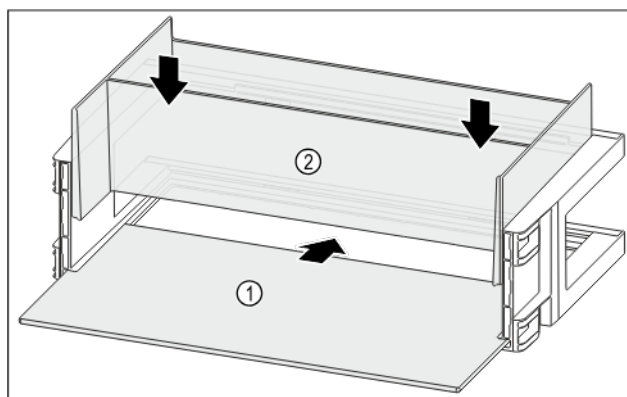

Fig. 126
- Wsunąć półkę Fig. 126 (1) w boczne wycięcia.
- Włożyć organizer Fig. 126 (2).